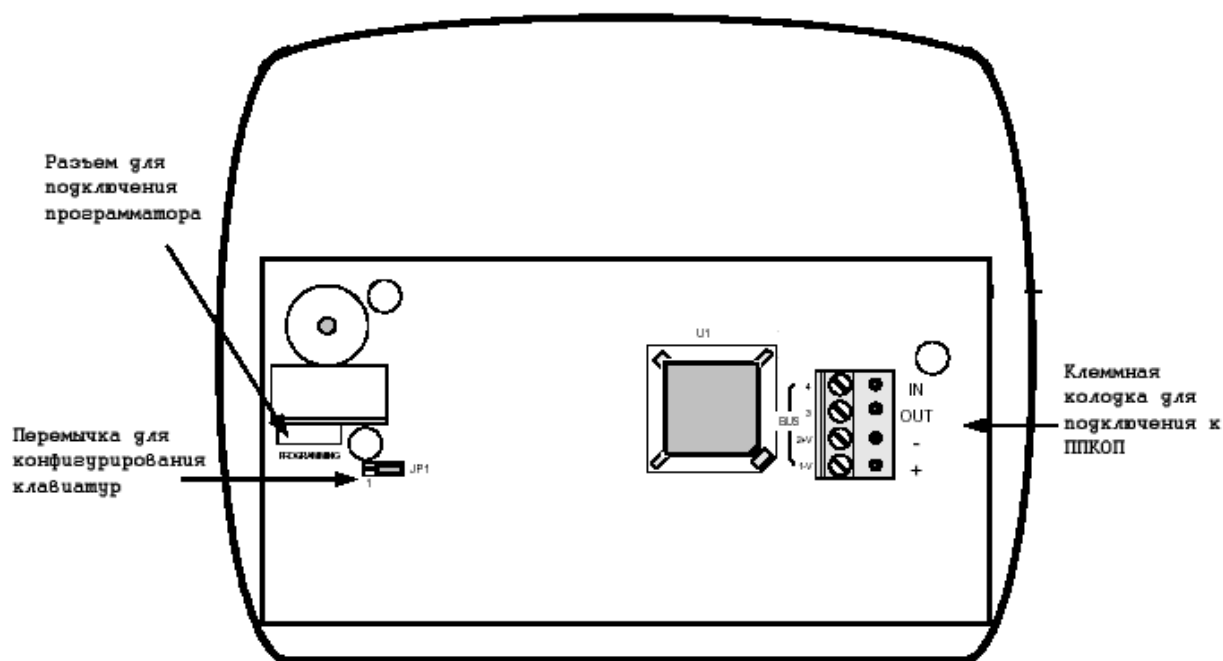

Рисунок 17 - Расположение элементов на плате клавиатуры
2.8.1.2 Закоротите контакты 1 и 2 перемычки JP1 (см. рисунок 17).